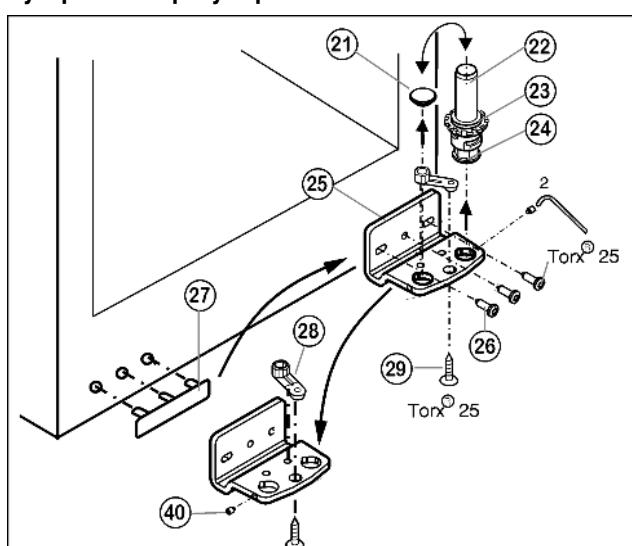

Fig. 6
- ▶ Отвинтите установочный винт *Fig. 6* (40) приблизительно на один оборот прилагаемым торцевым ключом.
- ▶ Извлеките опорный винт *Fig. 6* (22) в комплекте с шайбой *Fig. 6* (23) и регулируемой опорой *Fig. 6* (24), вывинчивая его вверх.
- ▶ Снимите пробку *Fig. 6* (21).
- ▶ Открутите *Fig. 6* (26) опорный кронштейн *Fig. 6* (25).
- ▶ Полностью выкрутите установочный винт *Fig. 6* (40) и вкрутите на противоположной стороне на нижнем опорном кронштейне, чтобы он был заподлицо с этим кронштейном.
- ▶ Открутите *Fig. 6* (29) опорную деталь *Fig. 6* (28) и, переставив в отверстие на противоположной стороне опорного кронштейна, снова прикрутите.
- ▶ Переставьте пробку *Fig. 6* (21) в свободное отверстие.
- ▶ Осторожно снимите и переставьте на противоположную сторону крышку со стороны ручки *Fig. 6* (27).
- ▶ Снова прикрутите опорный кронштейн *Fig. 6* (25) на новой стороне шарнира (**с моментом 4 Нм**). При необходимости используйте аккумуляторный шуруповерт.
- ▶ Вновь установите опорный винт *Fig. 6* (22) в комплекте с шайбой и регулируемой опорой.
- ▶ Затяните установочный винт *Fig. 6* (40).
- ▶ Установите дверцу сверху на нижний опорный палец *Fig. 6* (22).
- При необходимости выровняйте дверцы через два продольных паза в нижнем опорном кронштейне Fig. 6 (25) параллельно корпусу устройства. Для этого выкрутите средний винт.